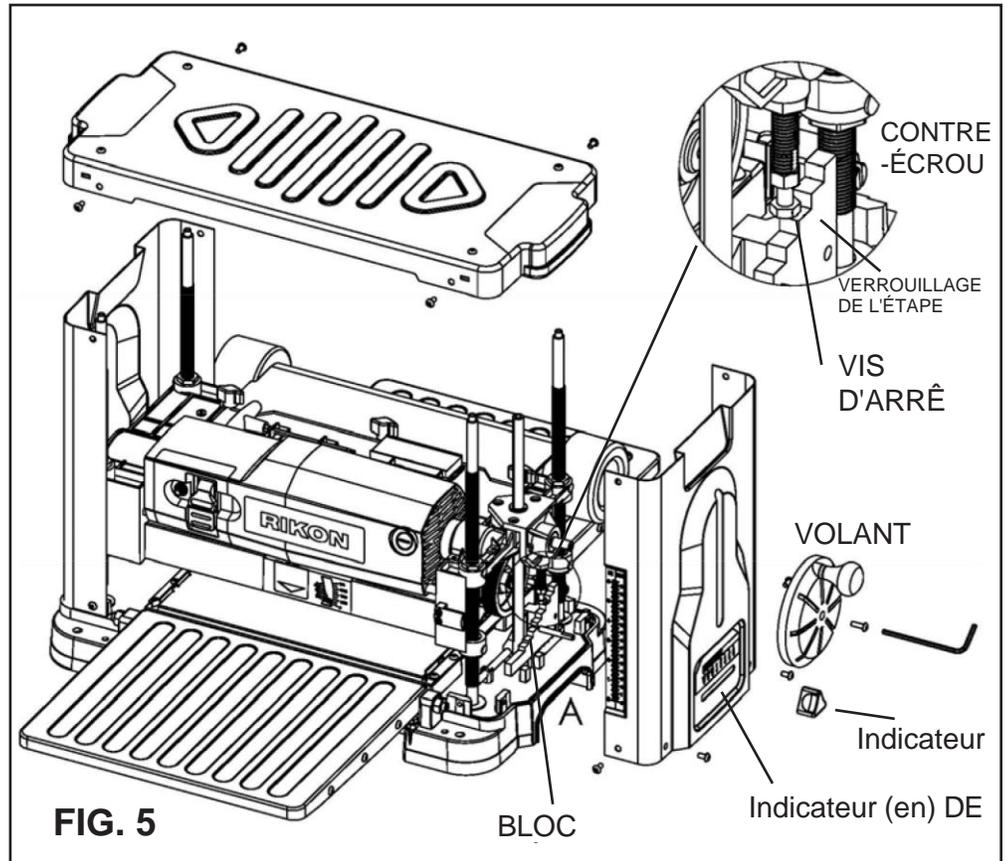

FIG. 5
1. Retirez les vis pour enlever la roue à main (1 vis), retirez le bouton indicateur, retirez le panneau latéral droit (4 vis) et le couvercle supérieur (4 vis). FIG. 5.